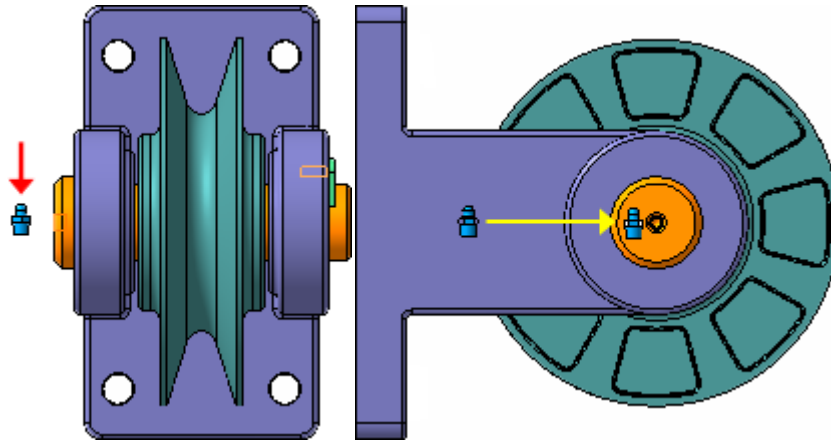

Рисунок 22.
- Установите ориентацию Слева и переместите Масленку ближе к Оси (рис.22).